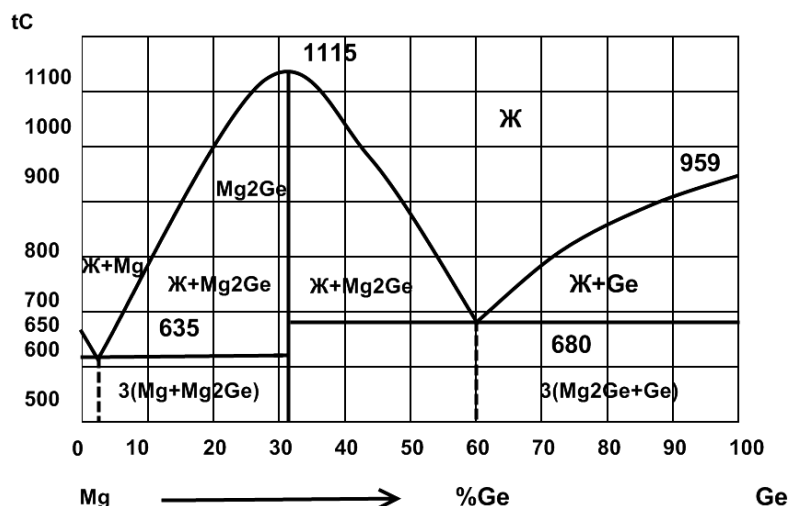

Рис. 7. Диаграмма состояния магний – германий (Mg – Ge)
2. Вычертите диаграмму состояния системы магний — германий (Mg — Ge). Опишите взаимодействие компонентов в жидком и твердом состояниях, укажите структурные составляющие во всех областях диаграммы состояния и объясните характер изменения свойств сплавов в данной системе с помощью правил Курнакова (рис. 7).